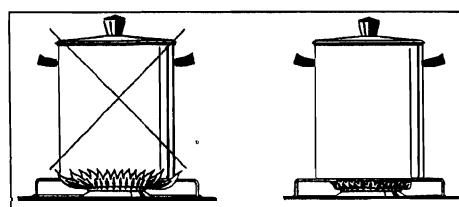

Fig.12
- Utilisez un récipient d'un diamètre adapté à chaque brûleur ( cfr. tab. n° 4 et FIG.12 ).